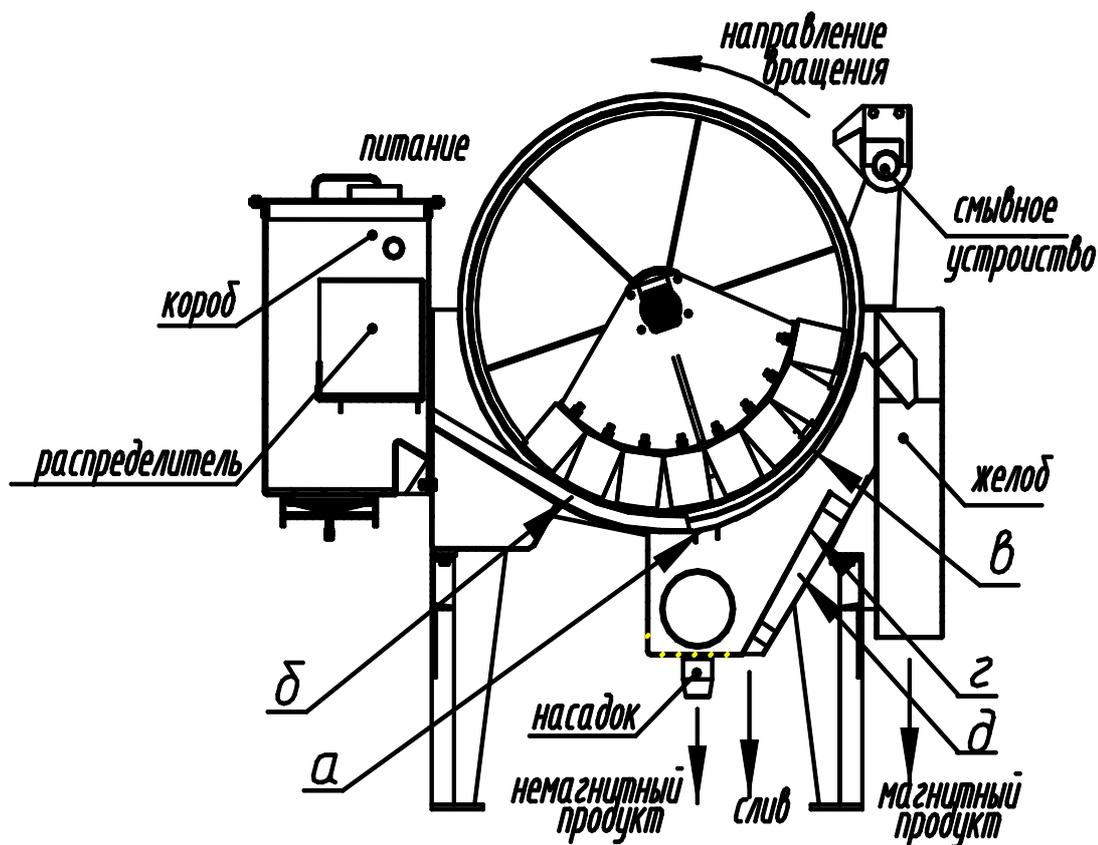

Рис.5. Сепаратор ПБМ-90/33
4.1.6. На ванне укреплен короб, через который осуществляется загрузка ванны пульпой. Внутри короба установлен распределитель, обеспечивающий равномерную подачу пульпы по ширине ванны (см.рис.5)